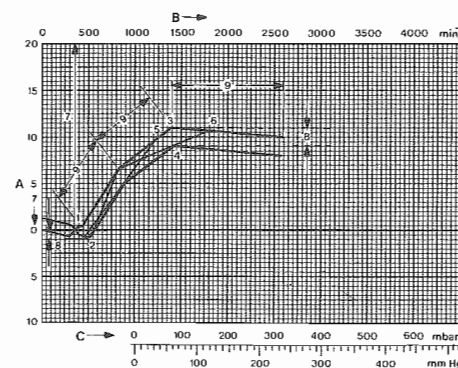
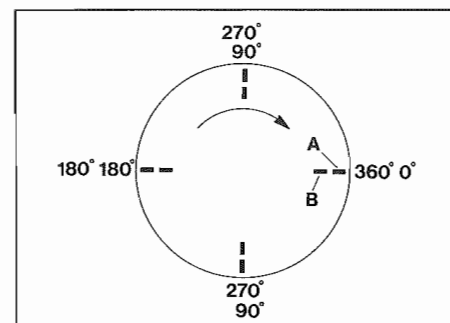

Fig. 14 - A = Variazione angolare dell'albero di distribuzione
Fig. 15 - A = Segno luminoso esterno
- Ruotando il distributore di accensione oppure il ponte del banco di prova, fissare lo zero del disco graduato (del banco di prova distributori) al numero giri dello zero prescritto dai valori di prova (Fig. 14), in modo che il segno luminoso esterno di un cilindro si illumini a 0° oppure a 360° (Fig. 15). Serrare le viti di fissaggio del distributore di accensione o del ponte del banco di prova.
Spiegazione della Fig. 14
- Leggere l'angolo di variazione anticipo e confrontarlo con i valori di prova. Per gli esempi vedere Fig. 14. Se non si ottengono i valori prescritti, significa che il distributore di accensione (sistema di variazione anticipo) è difettoso.
- Rotate ignition distributor or test bench bridge, fix graduated disc zero point (of distributor test bench) to number of revolutions zero indicated by test values (Fig. 14), so that the outside luminous mark of a cylinder lights up at 0° or 360° (Fig. 15). Lock ignition distributor or test bench bridge fixing screws.
Explanation of Fig. 14
- Read the advance variation angle and compare it with test values. For examples see Fig. 14. If the given values are not obtained it means that the ignition distributor (advance variation system) is faulty.
- Ruotando il distributore di accensione, oppure il ponte del banco di prova, fissare lo zero del disco graduato in modo che il segno luminoso di un cilindro si illumini a 0° oppure a 360° (Fig. 15). Serrare le viti di fissaggio del distributore di accensione o del ponte del banco di prova.
- Rotate the ignition distributor, or the test bench bridge, fix the graduated disc to zero so that the cylinder luminous mark lights up at 0° or 360° (Fig. 15). Lock ignition distributor or test bench bridge fixing screws.